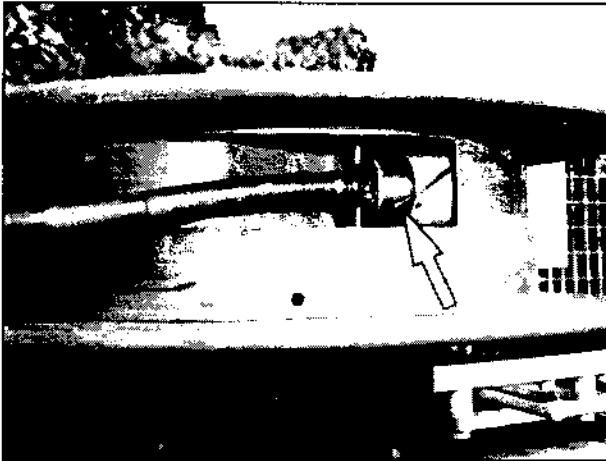

Bild 99
8. Stecker der Vielfachkabel in die Halterung der entsprechenden Doppelkabeltrommeln einlegen (Bild 99/Pfeil).